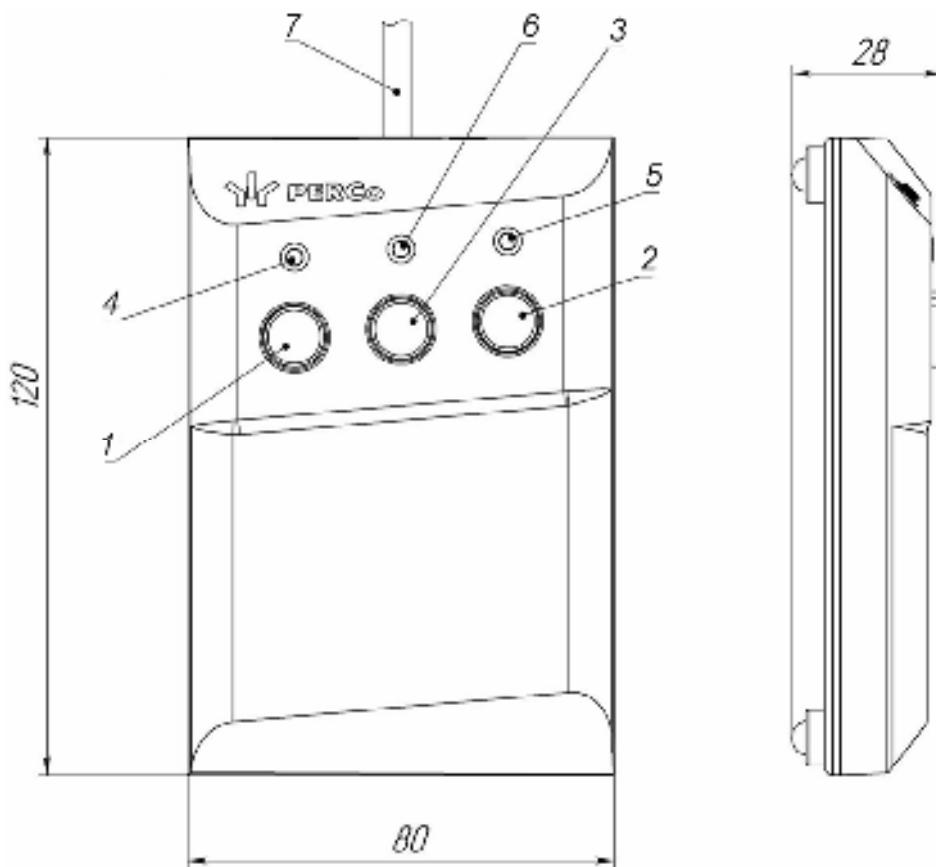
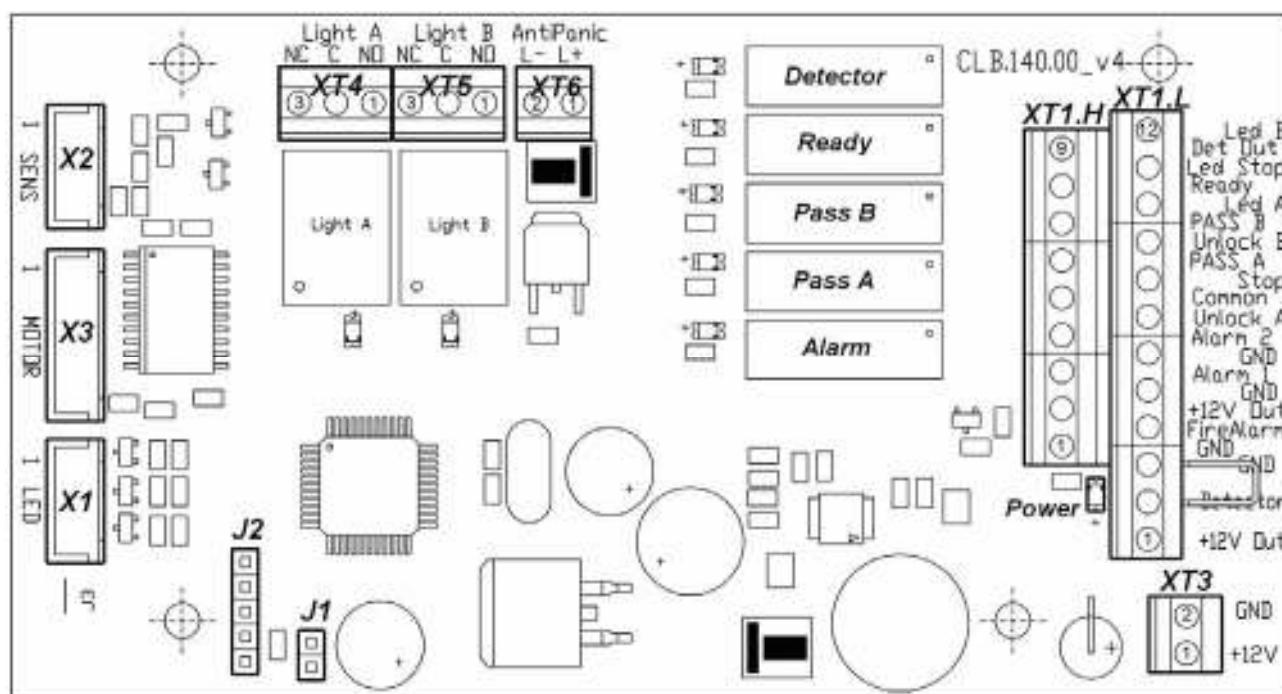

Рисунок 4. Общий вид и габаритные размеры ПДУ
Рисунок 5 Внешний вид платы управления
5.2.3 ПДУ (13) выполнен в виде небольшого настольного прибора в корпусе из ударопрочного АБС пластика и предназначен для задания и индикации режимов работы при ручном управлении турникета. ПДУ подключается к плате гибким многожильным кабелем (14) через клеммную колодку **XT1.L** (см. рис. 5). Общий вид ПДУ показан на рис. 4.
Изменить ориентацию ПДУ относительно установки стойки турникета (если на месте установки стойка обращена к оператору не лицевой, а тыльной стороной) можно, поменяв местами провода от ПДУ, подключаемые на контакты *Unlock A* и *Unlock B*, а также *Led A* и *Led B* соответственно (см. рис. 5 и рис. 11).
5.2.4 Внутри стойки расположены кронштейн с установленной платой управления турникетом **CLB.140** (далее – *плата управления*) и клеммами для подключения внешних устройств. К плате подключаются ПДУ, выходы СКУД, устройство РУ (при его использовании), устройство для подачи команды аварийного открытия прохода *Fire Alarm* (далее – *устройство Fire Alarm*). На клеммы подключения внешних устройств выведены линии подключения источника питания, линии сигналов считывателей. Подключение внешних устройств производится в соответствии со схемой подключения турникета и дополнительного оборудования (см. рис. 11). Электрические соединения внутри турникета приведены на рис. 12. Плата управления изображена на рис. 5.
5.2.5 На плате управления (см. рис. 5) расположены:
5.3.7 Обозначения установленных на плате управления клеммных колодок и назначение их контактов показаны на рис. 5 и на наклейке, аналогичной рис. 5, расположенной на внутренней поверхности крышки турникета.
5.4.3 Реле *PASS A* (контакты *PASS A* и *Common*), *PASS B* (контакты *PASS B* и *Common*), *Ready* (контакты *Ready* и *Common*), *Detector* (контакты *Det Out* и *Common*) и *Alarm* (контакты *Alarm 1* и *Alarm 2*) имеют нормально-разомкнутые контакты. При этом общий для этих реле контакт *Common* не соединен с минусом источника питания турникета. В исходном (неактивном) состоянии при включенном питании контакты реле *PASS A*, *PASS B*, *Ready* и *Detector* замкнуты (на обмотку реле подано напряжение), а контакты реле *Alarm* разомкнуты (напряжение на обмотку реле не подано). Факт срабатывания/отпускания реле *PASS A*, *PASS B*, *Ready*, *Detector* и *Alarm* можно определить по загоранию/гашению красных индикаторов, которые установлены вблизи указанных реле (см. рис. 5). Выходные каскады для *PASS A*, *PASS B*, *Ready*, *Det Out* и *Alarm* – контакты реле (см. рис. 8) со следующими характеристиками сигналов:
5.5.2 Режим управления турникета определяется наличием перемычки на разъеме **J1**. Расположение разъема **J1** показано на рис. 5 и на наклейке, расположенной на внутренней поверхности крышки. Перемычка установлена – импульсный режим управления, перемычка снята – потенциальный режим управления. При поставке перемычка установлена. Изменение режима происходит после нового включения турникета.
5.9.1 Дополнительно к турникуту могут быть подключено устройство *Fire Alarm*. Подключение устройства производится к клеммной колодке **XT1.L** платы управления согласно схеме электрических соединений (см. рис. 11 и рис. 5).